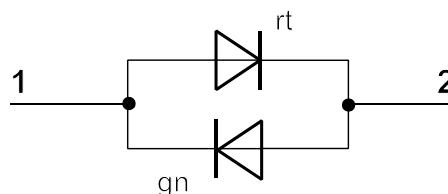

Abb. 5 Zweifarb-LED
12. Ein Mikrocontroller soll eine Zweifarb-LED (Abb. 5) ansteuern.